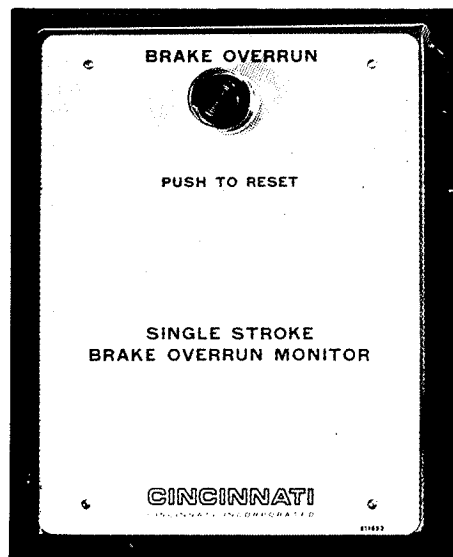

FIGURE 45
3. BRAKE OVERRUN MONITOR (FIGURE 45)